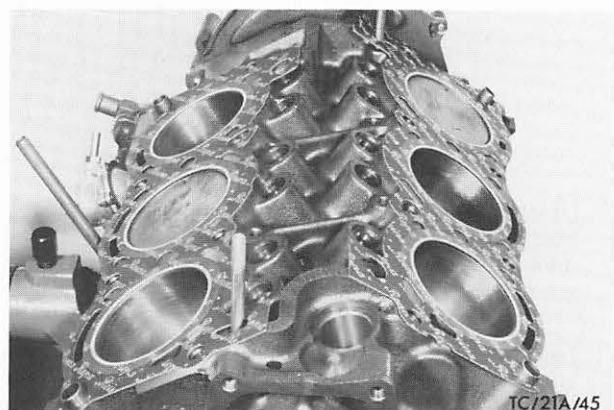

Abb. 208 Zylinderkopfdichtungen auflegen
12. Nach Reinigen der Dichtflächen (Zylinderblock – Zylinderköpfe – Ansaugkopf) neue Zylinderkopfdichtungen über die Führungshülsen auf den Zylinderblock auflegen, Abb. 208.